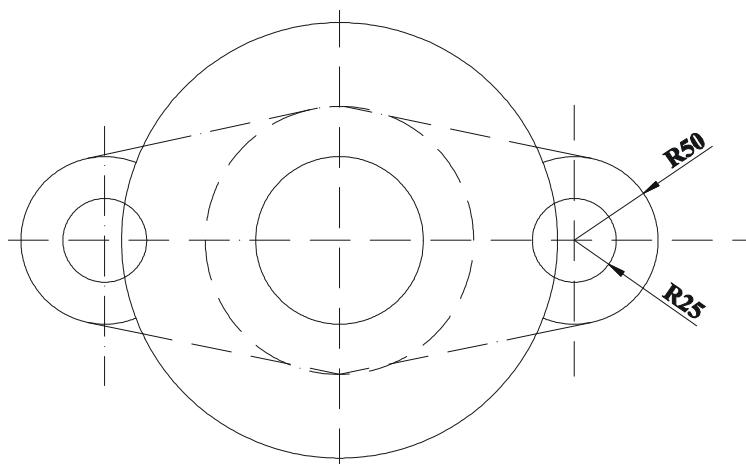

图 3-6-13
STEP 03 最后使用 TRIM 命令修剪多余的线段，再修改线段的线型，最终效果如图 3-6-13 所示。其具体操作如下：
// 回车结束剪切命令，效果如图 3-6-13 所示